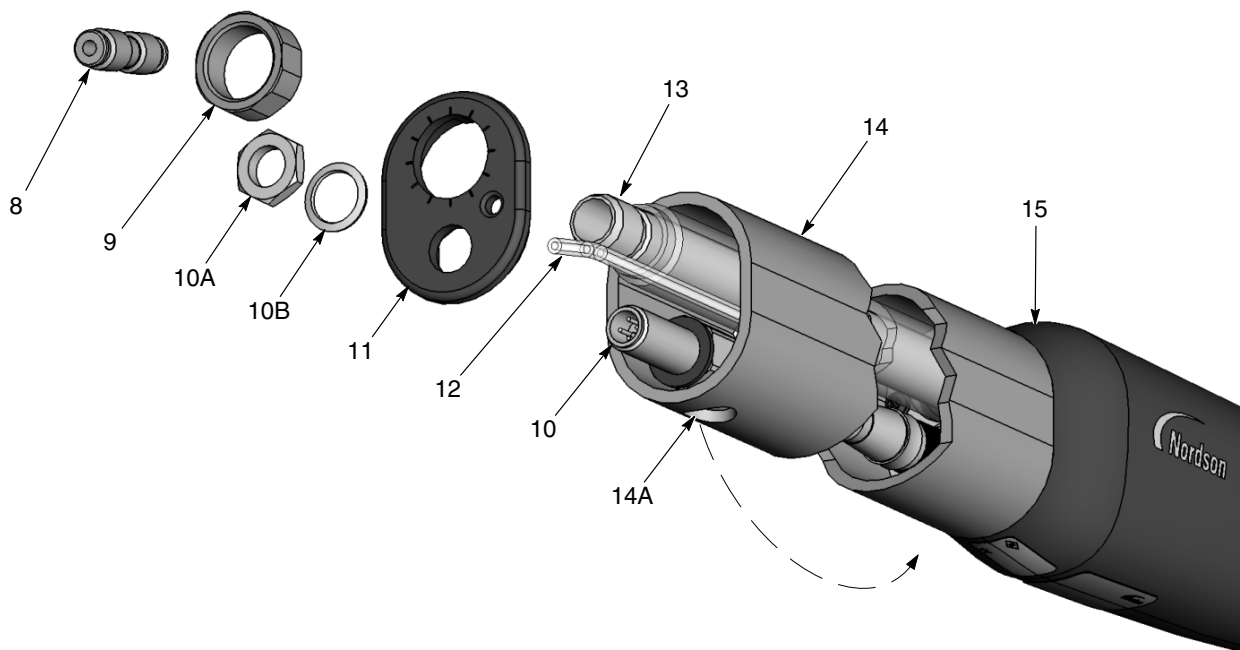

Figura 2 Inversão do tubo de suporte antes de instalar o colector de iões.
1. Consulte a figura 2. Normalmente, o tubo de suporte da pistola está montado com o furo de montagem do colector de iões (14A) na parte traseira da pistola, para manter o pó fora do tubo. Antes de se poder instalar o colector de iões, o tubo de suporte tem de ser invertido para permitir o acesso à placa de ligação à terra no conjunto da parte traseira do corpo (15).
- b. Desligue a união (8) do tubo transparente (12).
- c. Desenrosque a porca do tubo de fixação (9) do tubo de fixação (13).
- d. Retire a porca e a anilha de segurança (10A, 10B) da tomada do cabo (10).
- e. Retire a tampa da extremidade (11) do tubo de suporte (14).
- f. Retire o tubo de suporte (14) do conjunto da parte traseira do corpo (1) e volte-o ao contrário; depois monte a pistola novamente.